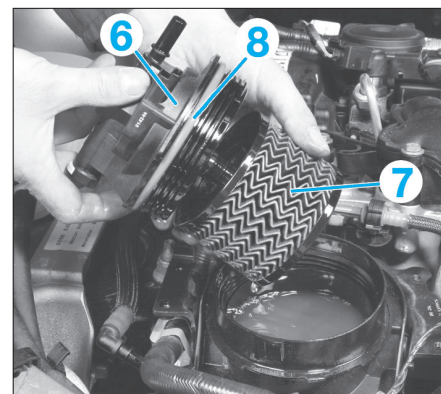

Fig. 38
- Déposer le couvercle (6) (Fig.38).
- Retirer le filtre à carburant (7).
- Changer le joint (8) du couvercle.